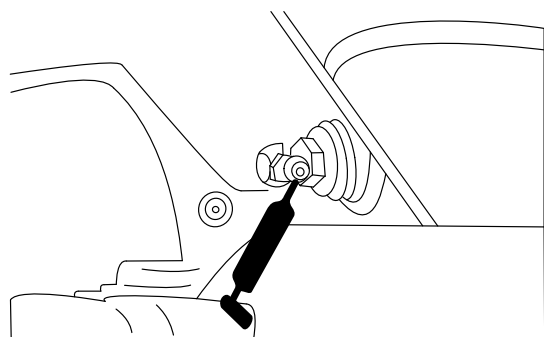

Figura 50
- Articulação do eixo traseiro (Figura 50).